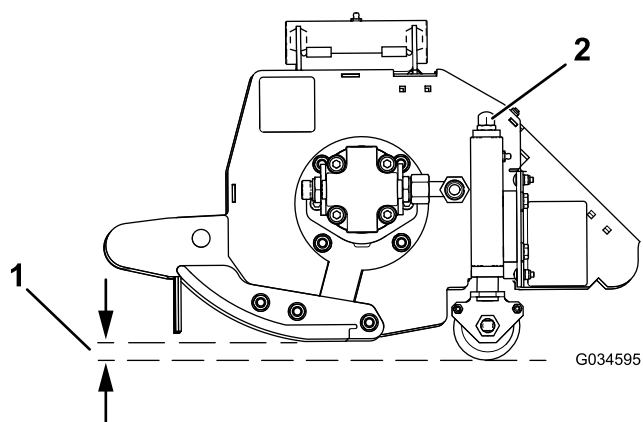

Figura 31
2. Gire la tuerca de ajuste de ambos extremos en sentido horario para reducir la altura de corte, o en sentido antihorario para aumentar la altura de corte (Figura 31).